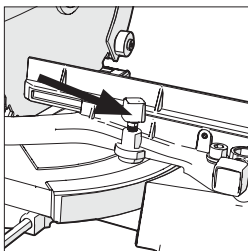

Fig. 20
- Allentare la manopola di bloccaggio impugnatura bisello (Fig. 20) ruotandola in senso antiorario.